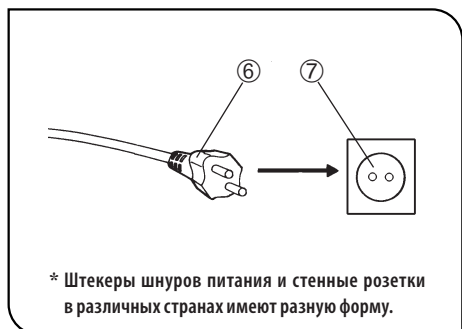

Рис. 18
3. Подсоедините штекер шнура питания ⑥ к стенной розетке ⑦. (Рис. 18)